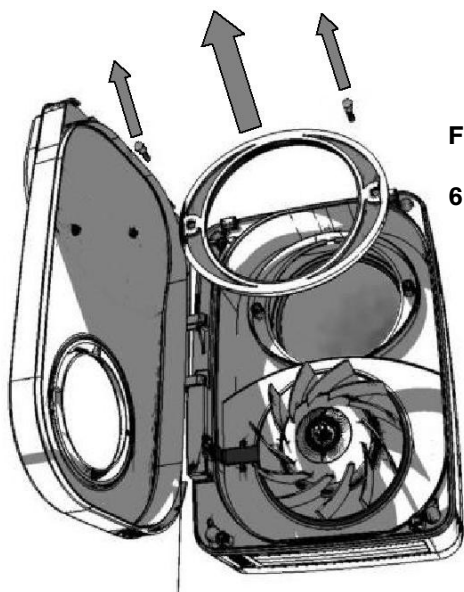

Fig.25
3. Retirer la plaque de retenue. Ouvrir avec précaution l'échangeur de chaleur (fig. 25 et 26) et le laver à l'eau chaude avec un détergent doux, puis le sécher soigneusement et le remonter dans l'ordre inverse de celui indiqué ci-dessus.